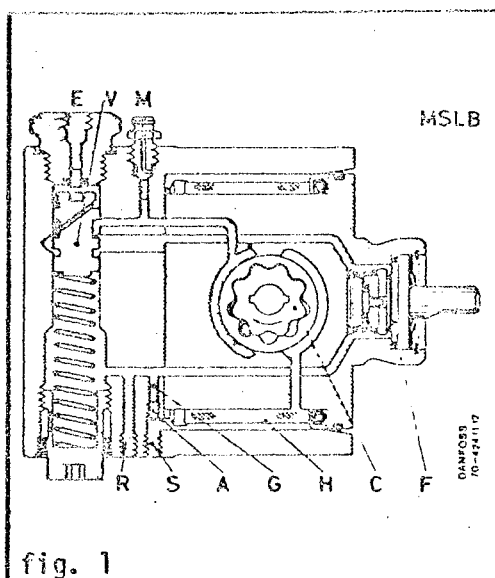

fig. 1
Når olie pumpen startes, suges olien fra sugestudsens (S) gennem filteret (H) til tandhjulet (C) (fig. 1).